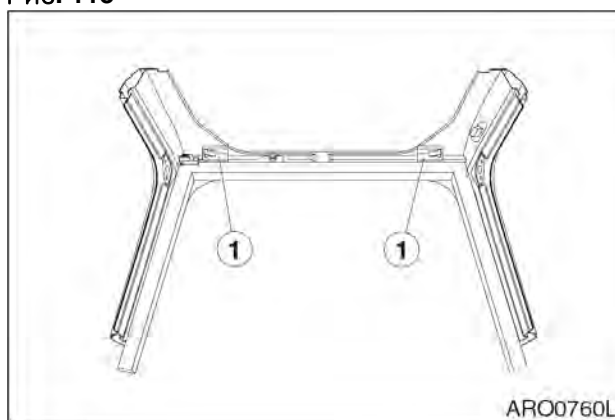

Рис. 114
6. Толкать переднее стекло, чтобы закрепить его запорными задвижками (1, рис. 114).
7. Подсоединить провод щеток (1, рис. 114), расположенный на передней правой стороне кабины.